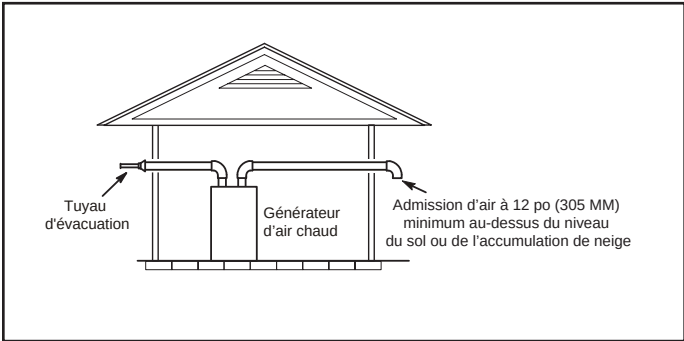
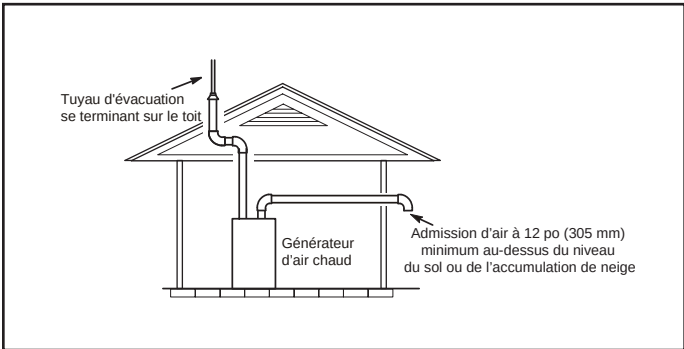

Figure 26. Sortie des événements d'évacuation et d'admission (pas de zone de pression commune)
Figure 27. Sortie des événements d'évacuation et d'admission (pas de zone de pression commune)
REMARQUE : Les gaz de combustion peuvent être légèrement acides et peuvent nuire à certains matériaux de construction. Si une terminaison d'évent est utilisée et que les gaz de combustion peuvent impacter les matériaux de construction du bâtiment, un écran résistant à la corrosion (au moins 24 pouces carrés) doit être utilisé pour protéger la surface du mur. Si le té en option est utilisé, l'écran de protection est recommandé. L'écran doit être construit à l'aide de bois, de plastique, de tôle ou d'un autre matériau approprié. Tous les joints, fissures, etc. de la zone impactée doivent être scellés à l'aide d'un produit d'étanchéité approprié. Les tuyaux d'admission et d'évacuation peuvent être acheminés horizontalement à travers un mur extérieur ou verticalement à travers le toit. Dans les installations dans un comble ou un placard, la terminaison verticale à travers le toit est préférable. Les figures 26 à 34 présentent des terminaisons typiques.
- 1. Les terminaisons d'admission et d'évacuation ne doivent pas nécessairement se trouver dans la même zone de pression. Vous pouvez sortir l'admission d'un côté de la structure et l'évacuation d'un autre côté (Figure 26). Vous pouvez sortir l'évacuation par le toit et l'admission par le côté de la structure (Figure 27).